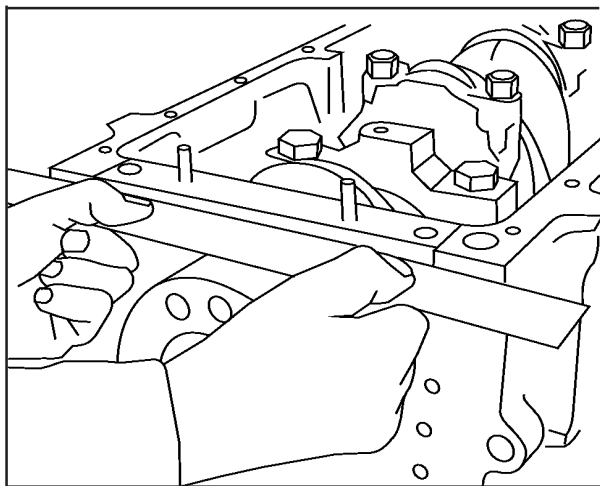

FIG 16
13. Verifique o alinhamento da placa intermediária com régua de aço, veja **Fig. 16**.